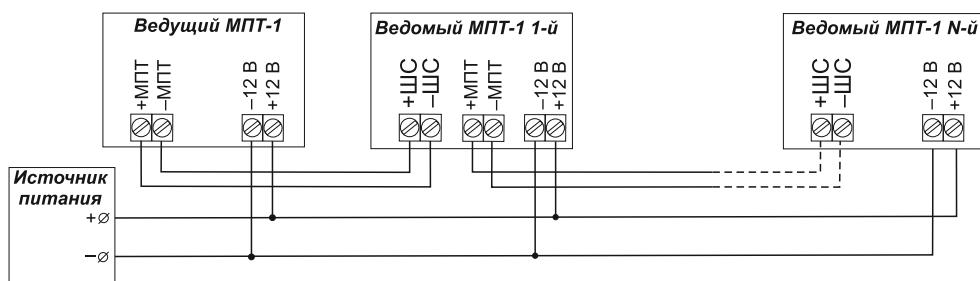

Рисунок 4
- **±МПТ** – используется для подключения ведомых модулей, при этом ведомый модуль подключается к клеммам **±ШС** ведущего модуля(Рисунок 4). Ведущий и ведомые модули должны иметь общий провод питания 12 В. Расстояние между модулями – не более 50 м. Ведущий модуль включает ведомые модули после того, как получит команду от приемно-контрольного прибора, ИПР или двух безадресных ИП.